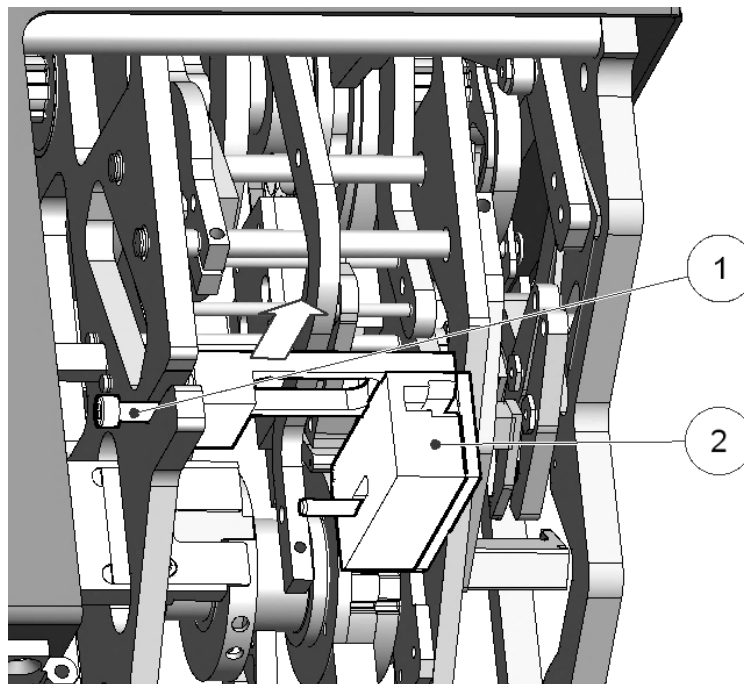

Fig. 20 : magasin
- Desserrer la vis à l'aide d'une clé à six pans creux taille 4 (cf. fig. 20, pos. 1).
- Enlever le magasin par le haut (cf. fig. 20, pos. 2).